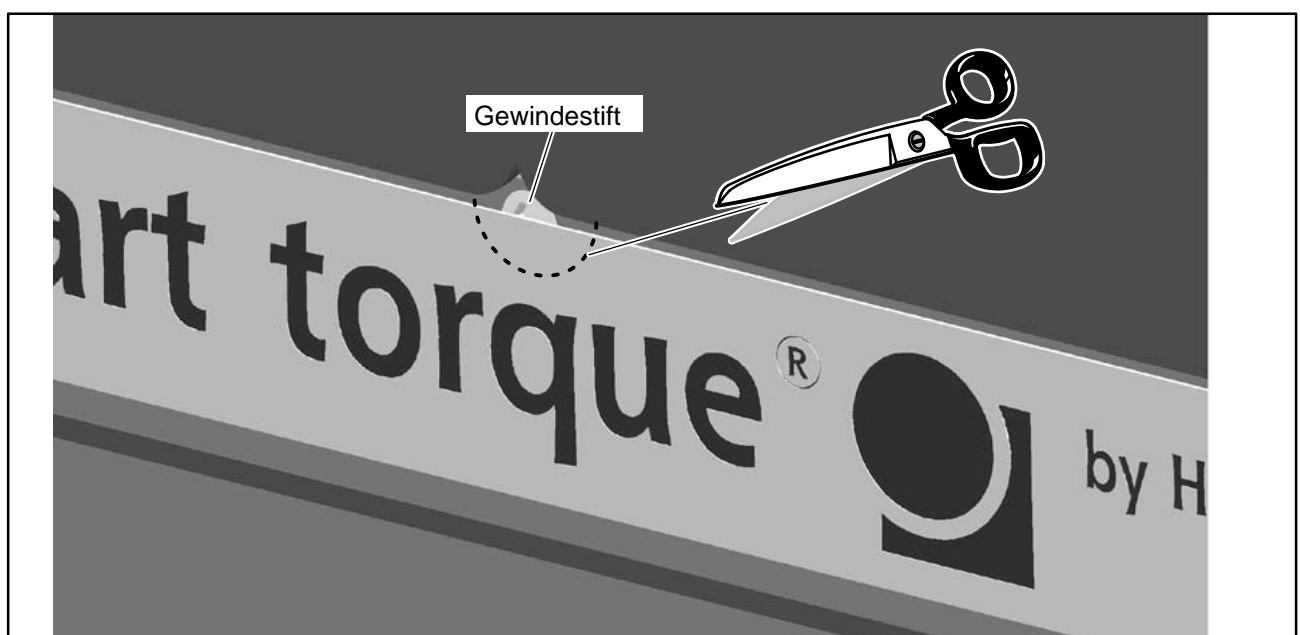

Abb.6.5: Folie ausschneiden
2. **Nur bei Messbereichen $500 \text{ N} \cdot \text{m}$... $3 \text{ kN} \cdot \text{m}$ und nachträglich bestelltem Berührschutz:** Die Gewindebohrungen für die Arretierschrauben sind teilweise durch die aufgeklebte Folie verdeckt. Schneiden Sie an dieser Stelle einen Halbkreis mit einem Mindestradius von 6 mm aus der Folie heraus (siehe Abb.6.5).